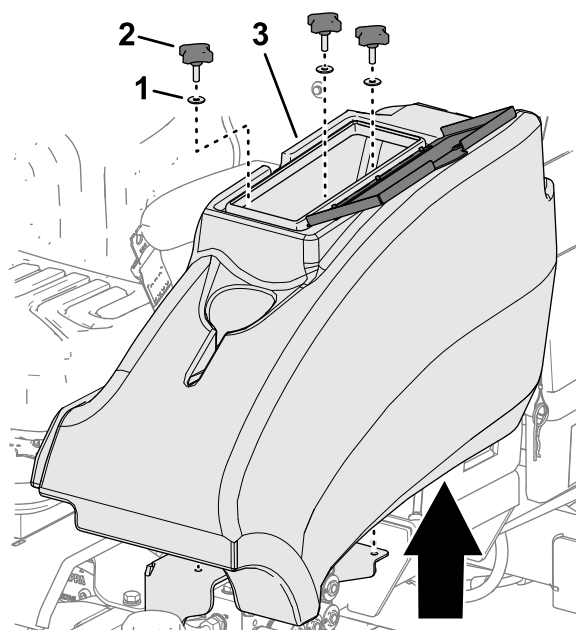

Bild 56
2. Entfernen Sie die drei Handräder und die drei Unterlegscheiben, mit denen das Ablagefach an der Maschine befestigt ist, und nehmen Sie das Ablagefach heraus (**Bild 56**).
1. Öffnen Sie auf der linken Seite der Bedienerplattform die Klappe zum Ablagefach (**Bild 56**).